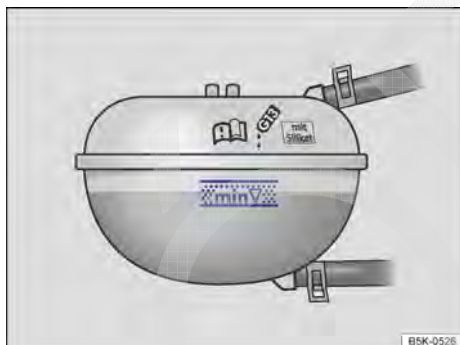

Fig. 300 No compartimento do motor: marcas no reservatório do líquido de arrefecimento do motor.
- Com o motor frio, verificar o nível do líquido de arrefecimento do motor pela marca lateral do reservatório de expansão do líquido de arrefecimento do motor → Fig. 300. O nível do líquido de arrefecimento do motor deve estar entre as marcas.
- O nível do líquido de arrefecimento do motor deve estar entre as marcas no reservatório do líquido de arrefecimento do motor → Fig. 300. **Não reabastecer até acima do canto superior da faixa marcada** → 🔗.
- Abastecer com líquido de arrefecimento do motor somente até o canto superior da faixa marcada → Fig. 300. Caso contrário, ao aquecer-se, o líquido excedente será expulso do sistema de arrefecimento do motor e poderá ocasionar danos.